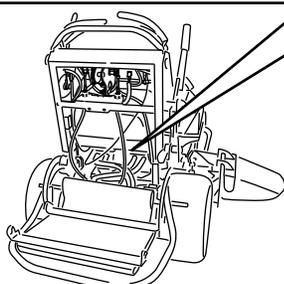

Figura 24
3. Abra a válvula de derivação em ambas as bombas rodando 1 a 2 voltas no sentido oposto aos ponteiros do relógio. O mesmo permite que o fluido hidráulico passe pelas bombas possibilitando a rotação das rodas (Figura 24).